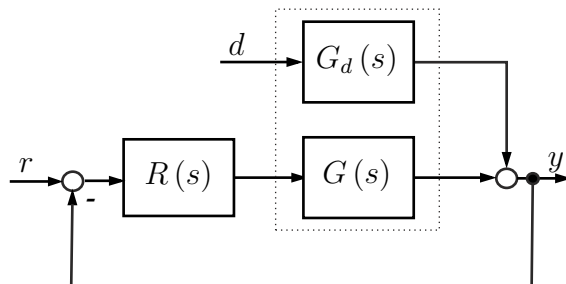

Abbildung 3: Einschleifiger Standardregelkreis.
2. Gegenstand der nachfolgenden Aufgabenstellungen ist der in Abbildung 3 dargestellte Regelkreis.